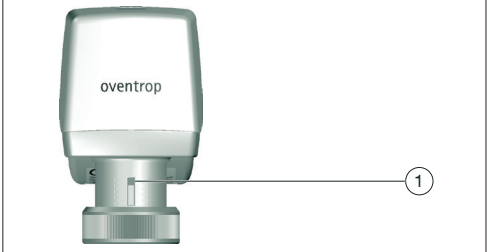

Fig. 8: Position supérieure de la levée
- Si le moteur ne se trouve pas en position supérieure de la levée (voir position (1), Fig. 8) :